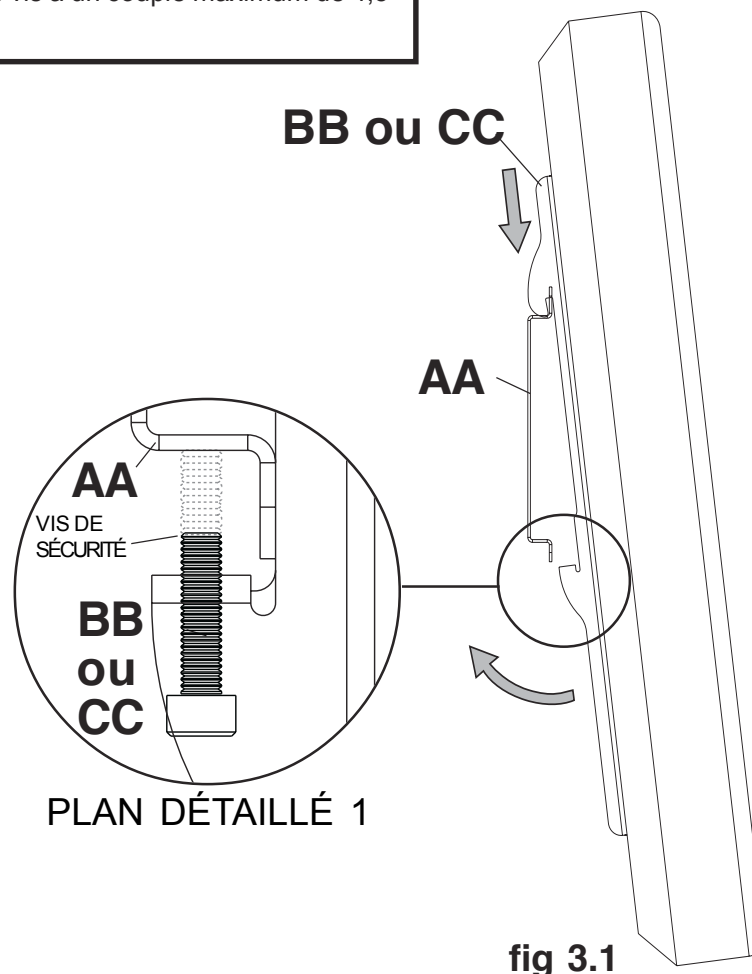

fig 3.1
- 3** Accrochez les supports adaptateurs (**BB ou CC**) sur la plaque murale (**AA**). Ensuite, faites pivoter lentement l'écran vers l'intérieur, comme illustré. À l'aide de la clé hexagonale (**FF**), tournez les vis de sécurité dans le sens horaire au moins six fois pour empêcher l'écran de se détacher, comme illustré sur le plan détaillé 1 de la figure 3.1.